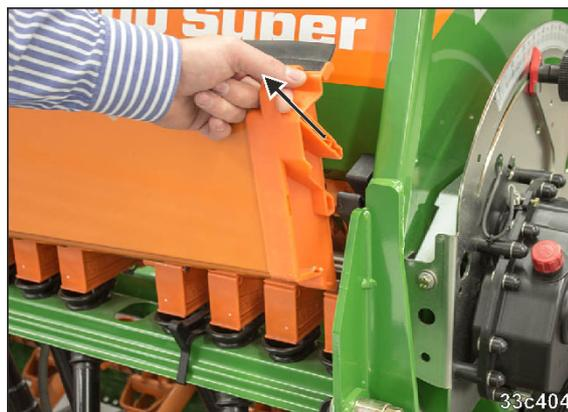

Рис. 238
1. Вытяните лотки для пробного высева (Рис. 238) вверх из держателя.